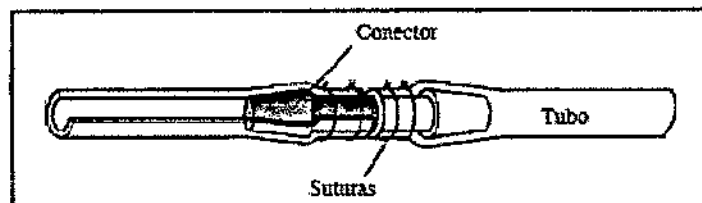

Figura 7
2. Introduzca el conector del tubo en el tubo unido al reservorio. Puede utilizarse como lubricante suero fisiológico isotónico estéril. Haga lo mismo con el tubo unido a la cubierta, asegurándose de que los dos extremos del tubo se juntan en el centro del conector de tubo (véase la figura 7).
a) Introduzca una aguja hipodérmica estéril de calibre 23 (o inferior) estándar con un bisel de 12° en el punto de inyección. Idealmente, la aguja debe penetrar perpendicularmente en la parte superior del punto de inyección, como se muestra en la figura 7.